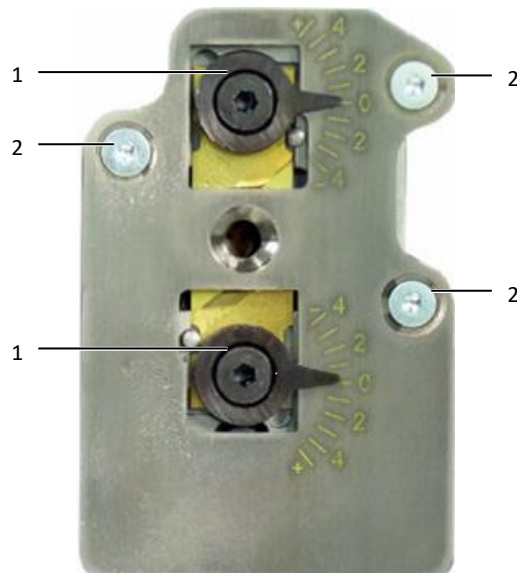

Bild 30: Avskalningsenhet
- Lossa de båda excentrarna (bild 30, pos. 1) (2,5 mm insexnyckel).
- Lossa fästskruvarna (bild 30, pos. 2) (2,0 mm insexnyckel) och ta bort kåpan.